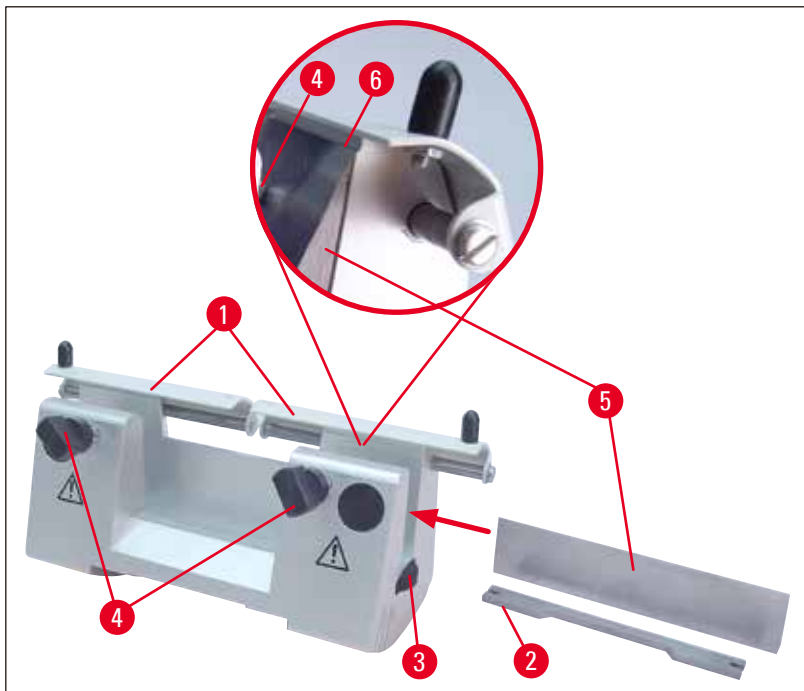

Fig. 30
- (→ Fig. 30) Portacuchillas N